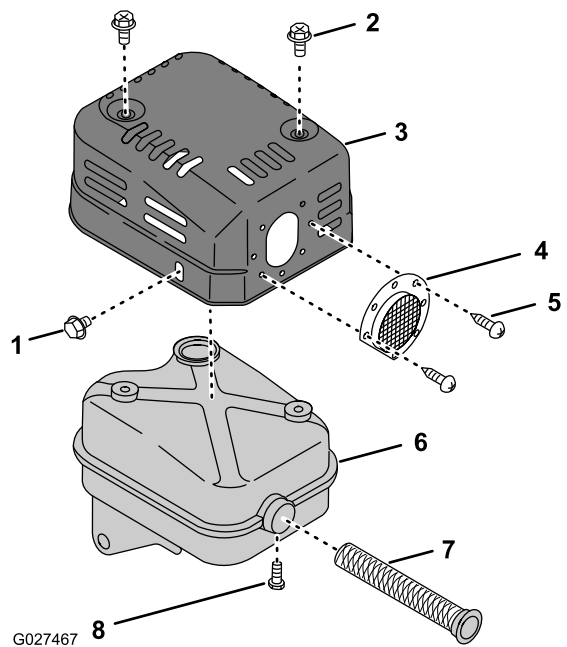

Figure 68
3. Retirez les 2 vis autotaraudeuses qui fixent le filtre d'extrémité au couvercle du silencieux, et déposez le filtre (Figure 68 et Figure 68).
4. Retirez les 2 boulons et le boulon à embase qui fixent le couvercle de silencieux au silencieux (Figure 68).
5. Retirez la vis autotaraudeuse qui fixe le pare-étincelles au silencieux et déposez le pare-étincelles (Figure 68).
1. Déposez le pare-étincelles (Figure 68).